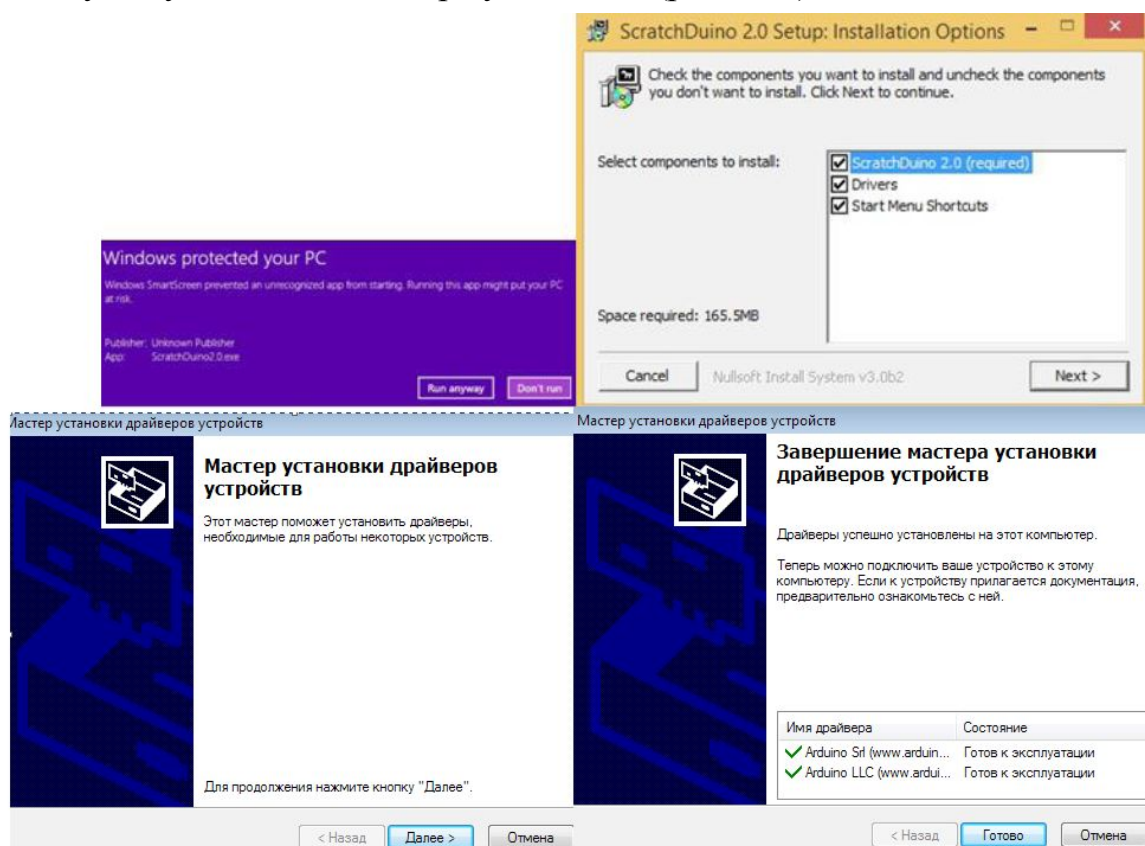

Рис. 124 Вид диалоговых окон Мастера установки.
2. Следуйте указаниям Мастера установки (рис. 124).